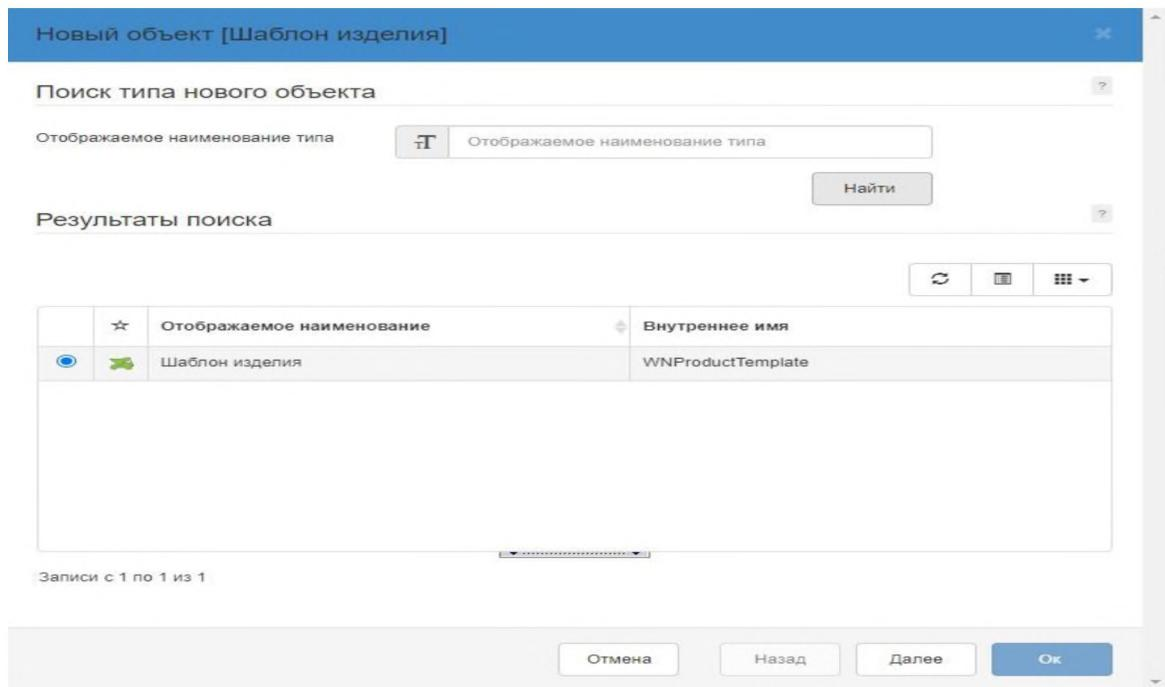

Рисунок 46 – Поиск шаблона изделия
- 3) Нажмите кнопку **Найти**, выберите тип шаблона и нажмите кнопку **Далее** (рис. 46).